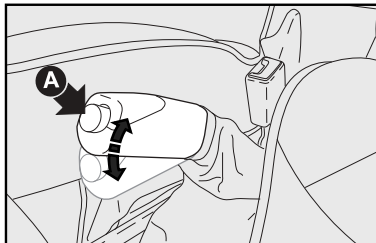

Fig. 10
Freio de mão (Fig. 10)
- 1) Levantar levemente a alavanca e apertar o botão de desengate **A**-fig. 10